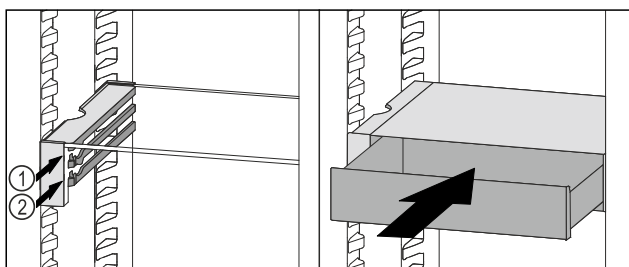

Fig. 100
- ▶ Zásuvku VarioSafe nasadte za zarážkami na požadovanom rebre Fig. 100 (1) alebo Fig. 100 (2).